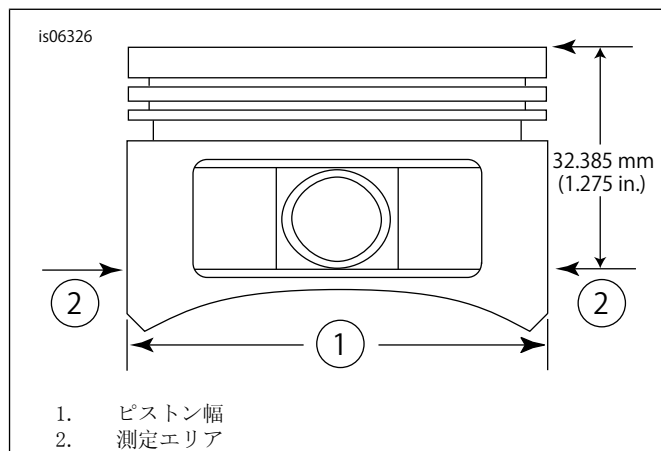

図2。ピストン測定
5. 「図2」を参照してください。ピストン幅(1)を、ピストンピン穴の両側から水平に90度、ピストン(2)のデッキ面(上)から1.275インチ下で測定します。この位置のピストンシリンダーフィットについては「表6」を参照してください。